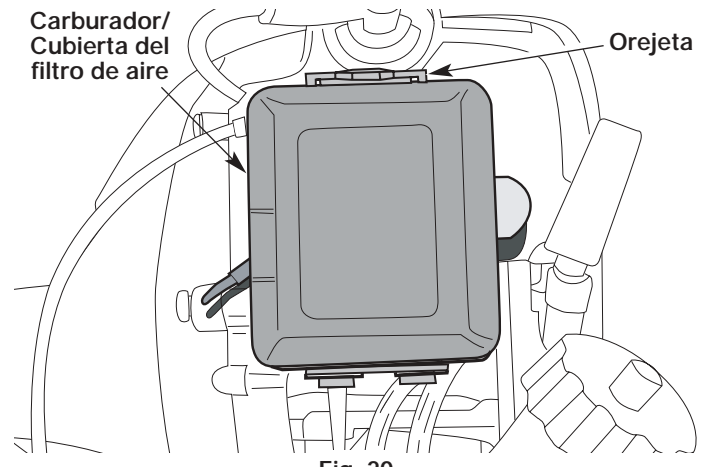
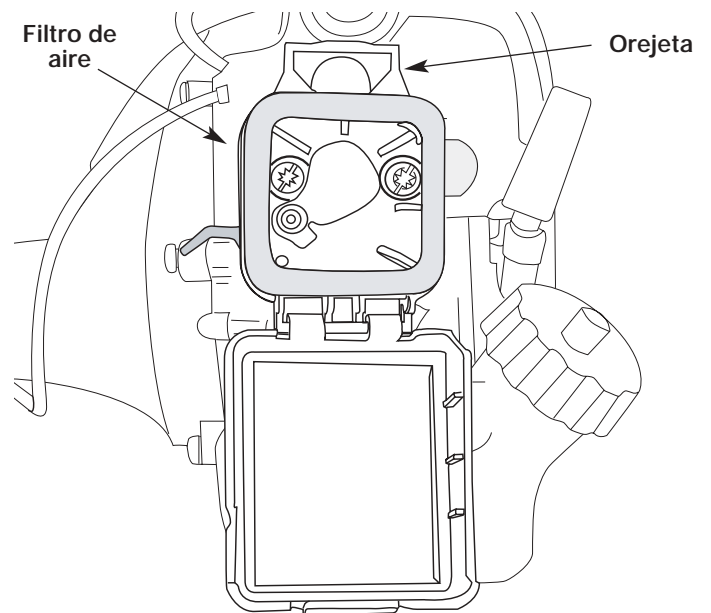

Fig. 20
Fig. 21
1. Saque la cubierta del filtro de aire/carburador empujando la lengüeta de arriba de la cubierta (Fig. 20).
2. Saque el filtro de aire (Fig. 21).
6. Vuelva a instalar el filtro (Fig. 21) y la cubierta del filtro de aire (Fig. 20).